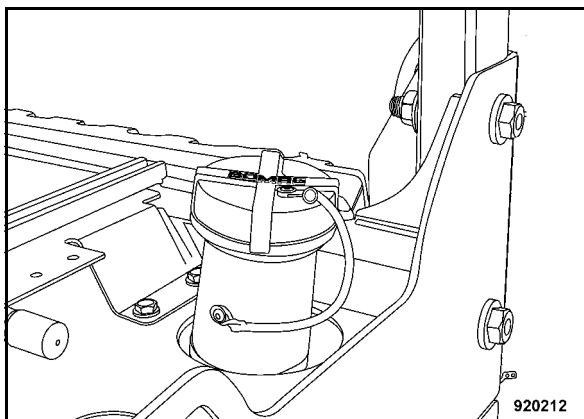

Fig. 146
- Togliere il coperchio del serbatoio dell'acqua (Fig. 146).